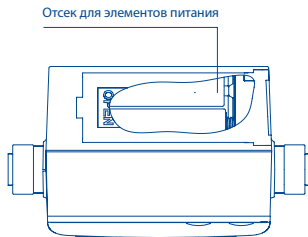

Рис. 3
- Вставьте элементы питания в отсек индикатора и закройте крышку (Рис. 3). При необходимости проведите программирование индикатора.